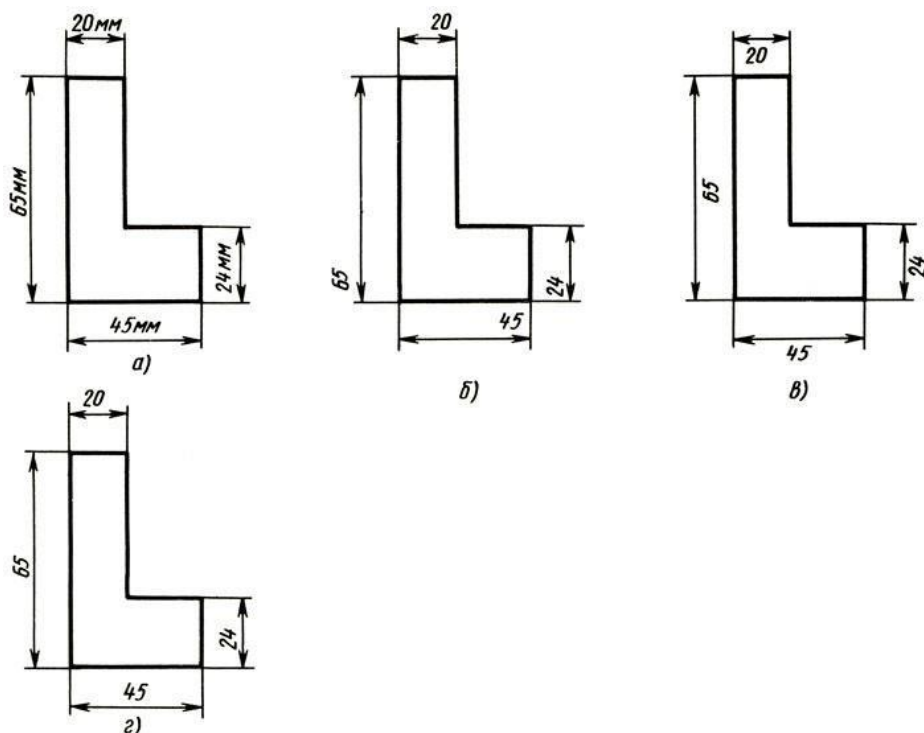

Рисунок 2
6. Определите, на каком чертеже правильно записаны размерные числа? (рисунок 2).